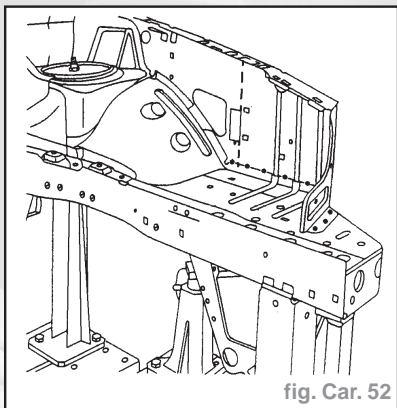

fig. Car. 52
- Souder par points électriques (fig. Car. 52).